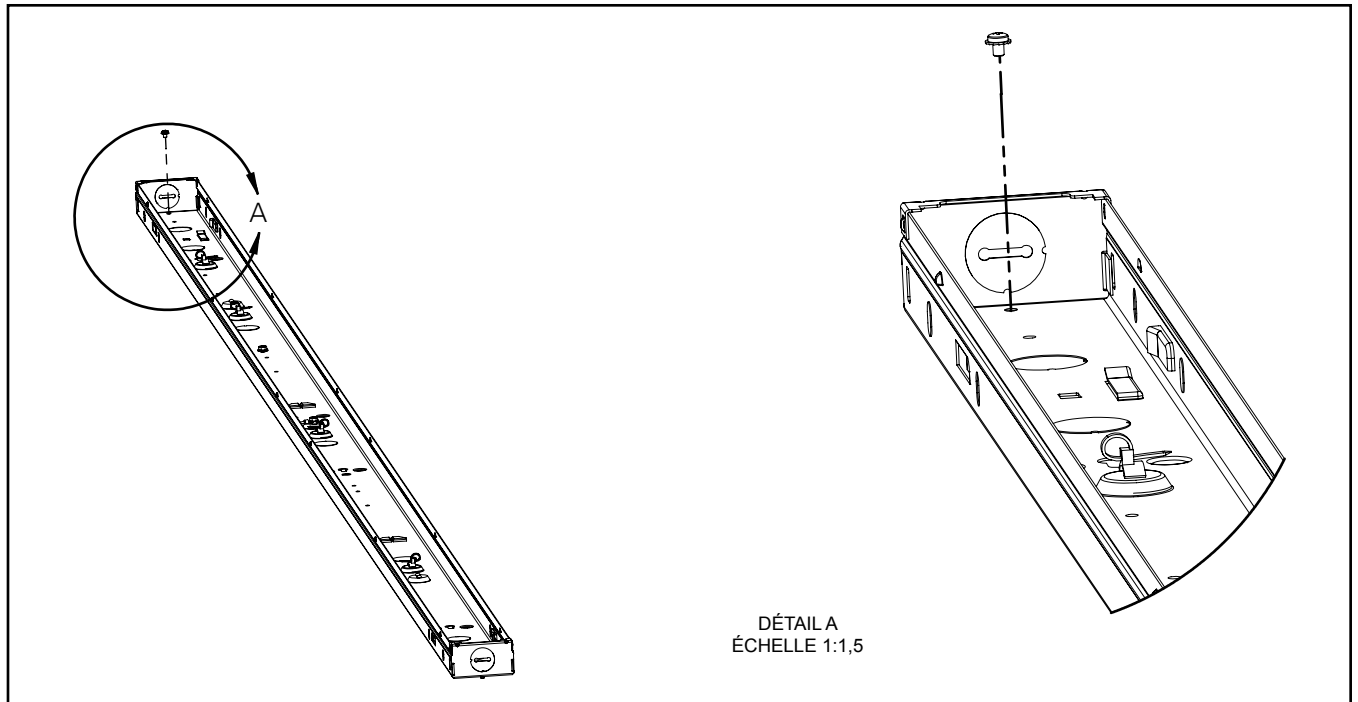

Figure 2
- Utiliser un tournevis à pointe cruciforme pour dévisser la vis qui retient le capuchon d'extrémité en métal (figure 2). Ensuite, serrer le canal et tirer pour retirer le capuchon d'extrémité en métal.